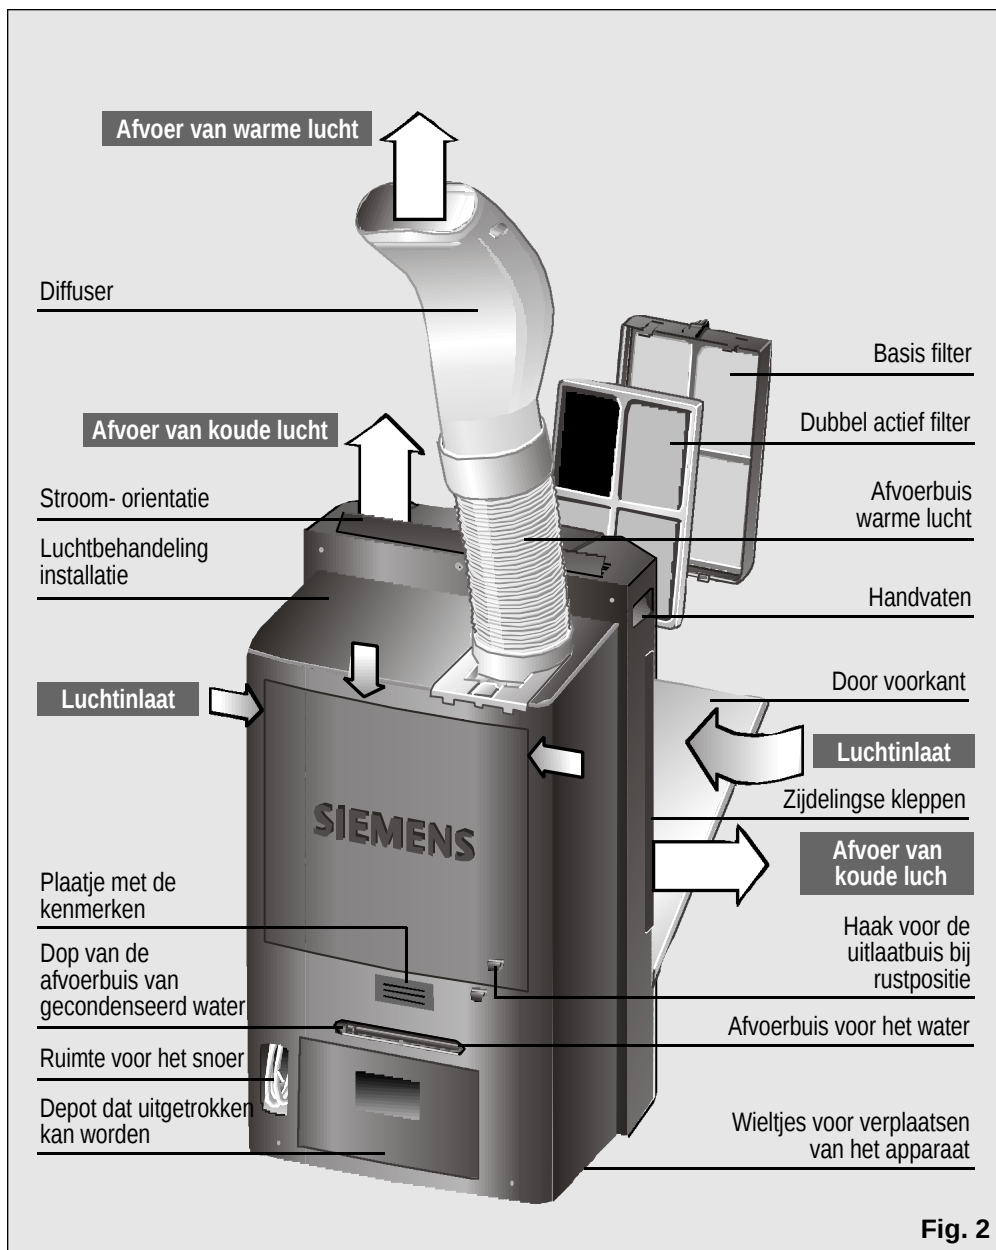

Fig. 2
Para tal, quando comunique a avaria, indique o modelo (**E-NR**) e o n.º de fabrico (**FD**) do seu aparelho, que poderá consultar na placa de características, **Fig. 2**.
- ☐ Het snoer dat op het net aangesloten wordt beschikt over een opbergplaats aan de achterkant van het apparaat. Zie Fig. 2.